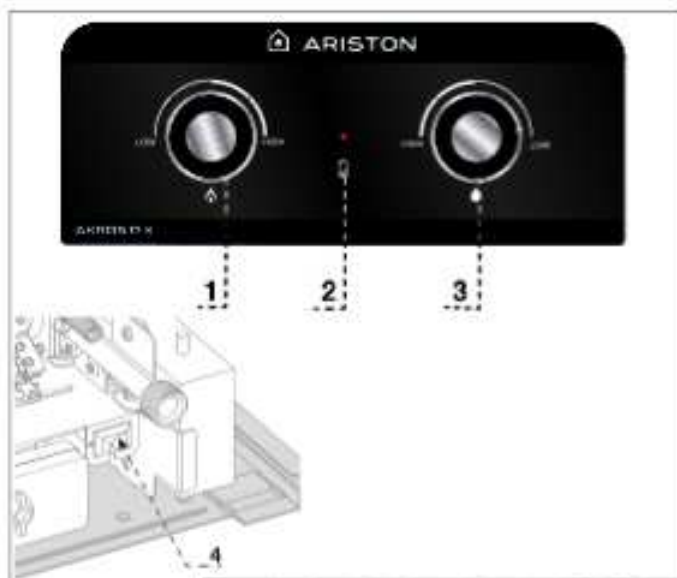

Figura 1 - Pannello di controllo e tasto ON/OFF
- Accendere: premere il pulsante ON/OFF (vedi Figura 1 - Pannello di controllo e tasto ON/OFF: 4)
- Spegnere: premi il pulsante ON/OFF (vedi Figura 1 - Pannello di controllo e tasto ON/OFF: 4)
La manopola di regolazione della potenza (vedi Figura 1 - Pannello di controllo e pulsante On/Off n.: 1) regola la potenza massima del bruciatore. Ruotando in senso orario si aumenta la potenza massima, ruotando in senso antiorario si diminuisce la potenza massima dell'apparecchio.
La manopola di regolazione della portata e della temperatura (vedi Figura 1 - Pannello di controllo e tasto On/Off n.: 3) regola la portata massima dell'acqua al bruciatore. Ruotandola in senso orario si riduce la portata massima d'acqua, ruotandola in senso antiorario si aumenta la portata massima d'acqua nell'apparecchio.